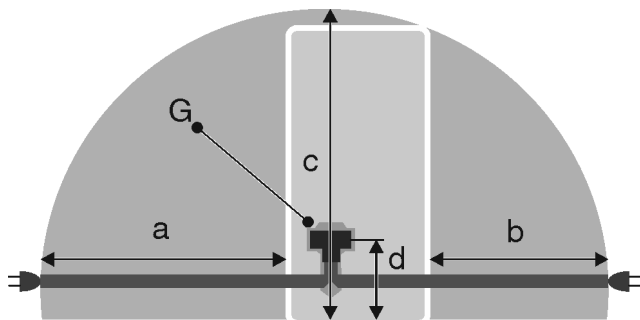

Fig. 20 Kombinace chladničky s mrazničkou / mrazničky / celoprostorové spotřebiče BioFresh
- Zásuvka není umístěna za přístrojem, nýbrž v oblastech a nebo b Fig. 20 (a, b, c).
- ▶ Zástrčku spotřebiče Fig. 20 (G) zastrčte na zadní straně spotřebiče. Dávejte pozor na správné zaklesnutí.